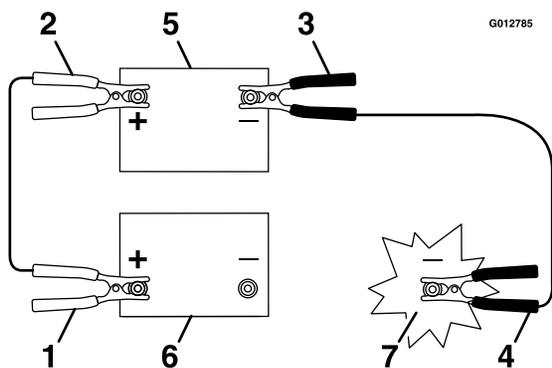

Figura 61
3. Conecte el cable positivo (+) al borne positivo (+) de la batería descargada que está conectado al motor de arranque o al solenoide, según se indica en Figura 61.